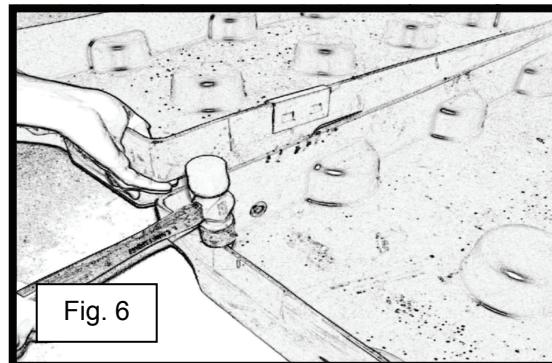

Fig. 6
- 2) Après plusieurs tapotements, les dispositifs d'accumulation devraient se séparer (consulter la fig. 6). Refaire l'étape 1 pour détacher l'autre attache de liaison.